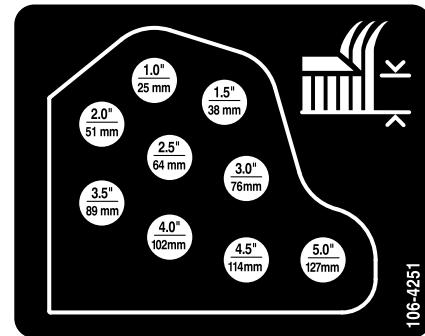

Figura 20
11. Montate le catene dell'altezza di taglio nel foro dell'altezza di taglio desiderata usando il perno con testa e la coppiglia (Figura 20).